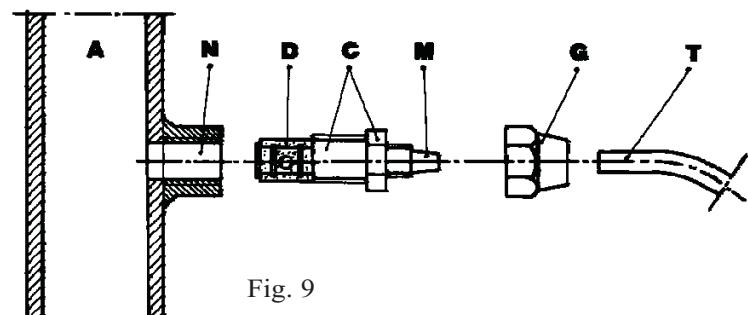

Fig. 9
- g.- Seleccione el punto de inyección más apropiado en la tubería de la instalación a tratar y coloque un empalme de 3/8 " gas hembra. Este empalme no viene con la bomba. Enrosque la válvula de inyección en el empalme con la junta de impermeabilización de Teflón Fig.9. Conecte el tubo de la juntura cónica de la válvula de inyección y asegúrelo con la abrazadera G correspondiente. La válvula de inyección es también una válvula estática.
3.1 -ESQUEMA DE MONTAJE DE LA VÁLVULA DE INYECCIÓN FIG. 9